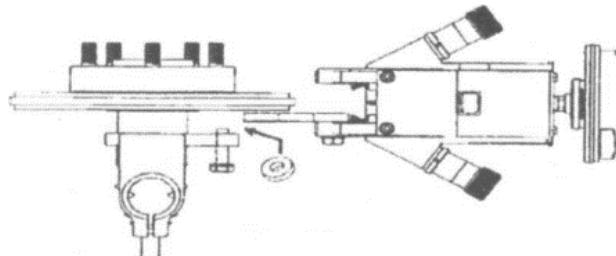

Рисунок 20
7.6.1 Установите CL-801 в требуемое положение (рис. 20 и 21)